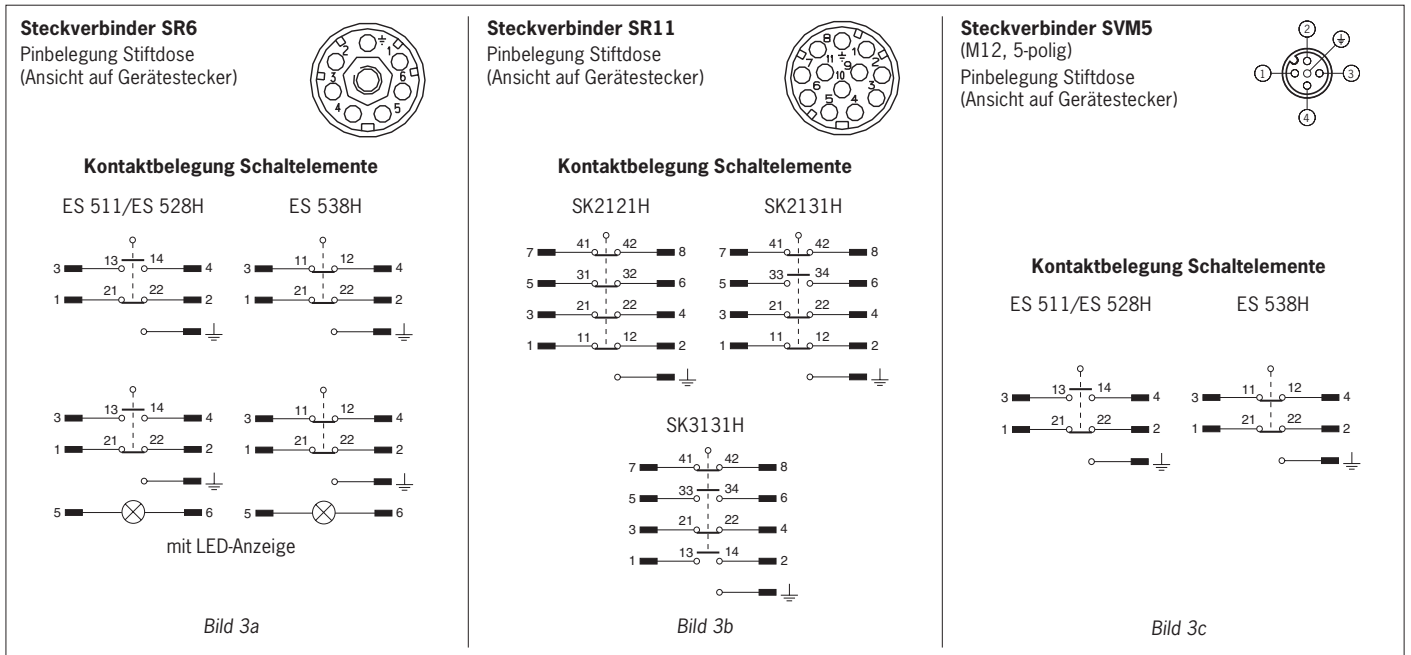

Bild 3: Schaltelemente und Steckerbelegung
- ▶ Kontaktbelegung siehe Bild 3.